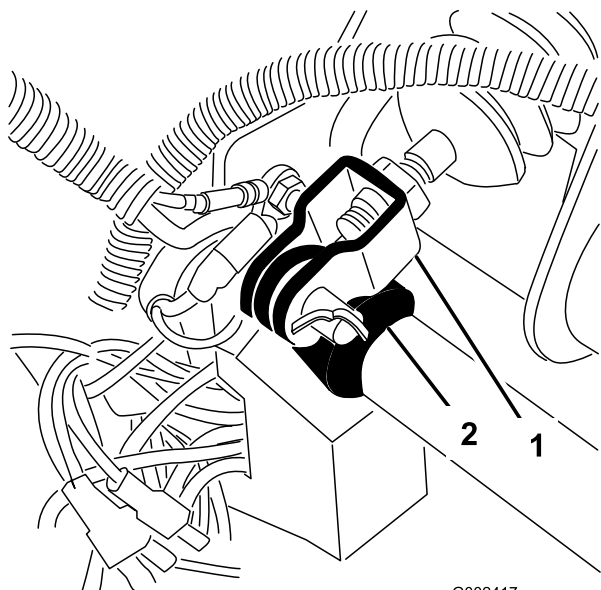

Figure 58
1. Retirez la goupille fendue et l'axe de chape qui fixent la chape du maître-cylindre au pivot de la pédale de frein (**Figure 58**).